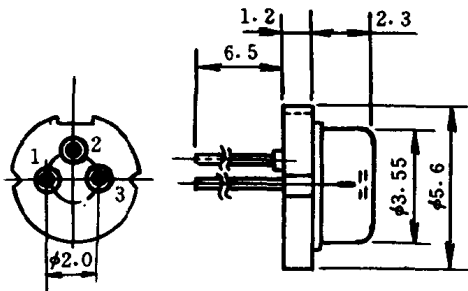
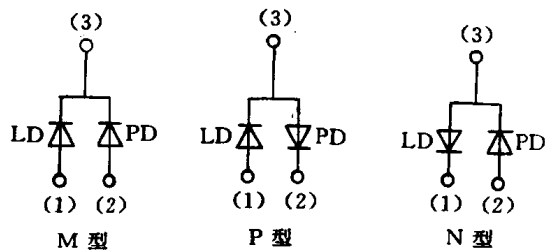

图 1-1-2 激光管外形
图 1-1-3 管脚排列方式
(1)了解已损坏了的激光二极管的封装形式。激光管外形见图 1-1-2。它的管脚排列方式见图 1-1-3。确定激光管管脚的排列方向可用万用表电阻档 $R\times 1\text{k}\Omega$ 档,如同判别普通晶体管脚极性那样进行,不过激光管由于正向压降大,PN 结正向连接时,在万用表电阻档量程 $R\times 1\text{k}\Omega$ 档上指针仅略微偏转而已。